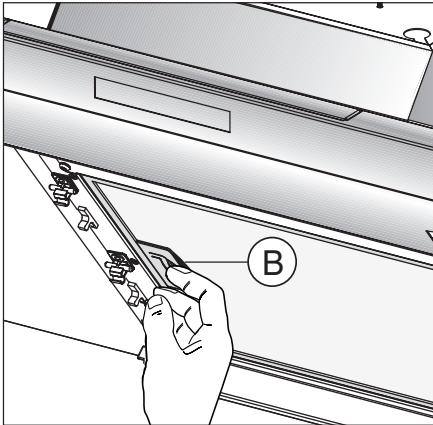

Fig. 6
• Ta bort fettfiltret **B** (Fig.6) för att underlätta manövreringen av utrustningen innan monteringen påbörjas.
Dra i handtaget **B**, som visas i Fig.6.